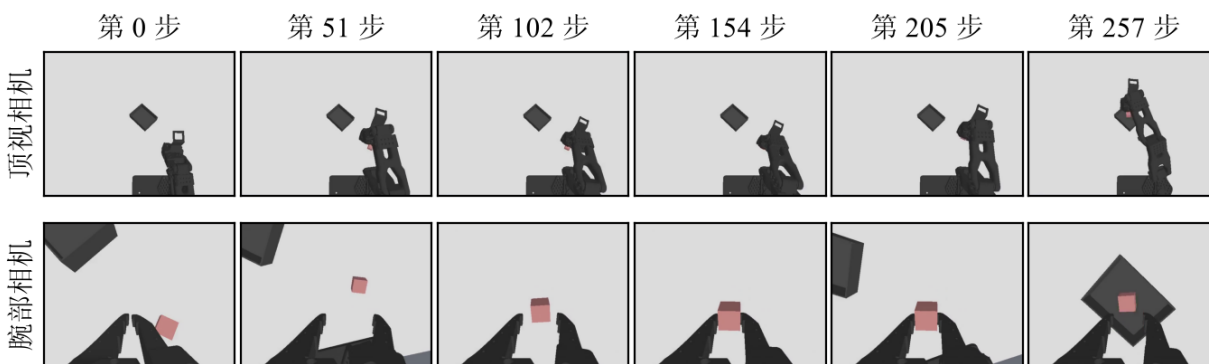

图 8: DM0.5 在仿真里抓放 2 cm 方块的一局：上行顶视相机，下行腕部相机
--robot.\* 这组参数就是第 3.4 节那段配置的命令行写法。换场景只改 --robot.task，几次运行写进同一个 --out 时结果按场景合并。out/rollout/rollout\_dm05.json 里是成功局数，out/labeled/里是顶视与腕部并排、顶上写明成败的录像。图 8 是发布的模型在 2 cm 方块场景里的一局成功示例：它先把夹爪移到方块上方，下降合拢，再抬起平移到料箱上方。